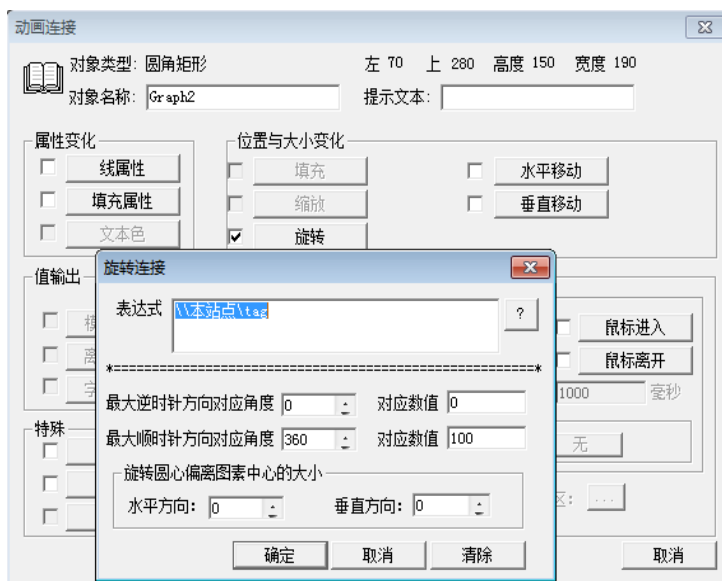

图7.70 旋转连接对话框
- ◇ 确定逆时针旋转的起始位置后，单击鼠标左键，鼠标形状变为顺时针方向的旋转箭头，表示现在定义的是图素顺时针旋转的起始位置和旋转角度，方法同逆时针定义。选定好顺时针的位置后，单击鼠标弹出旋转动画连接对话框。如下图 7.70 所示。